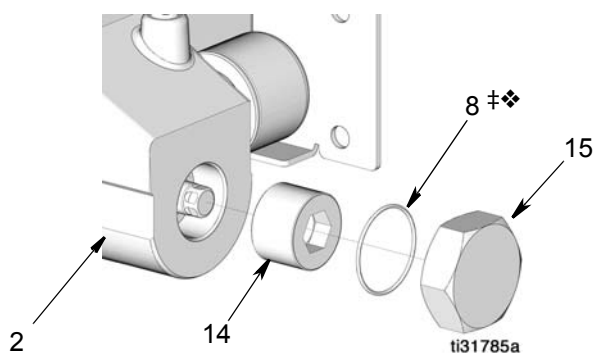

Рис. 24
21. Установите гайку (14) в основание насоса (2). Затяните с усилием 135,6–142,4 Н•м (100–105 футофунтов) (Рис. 24).
22. Смажьте уплотнительное кольцо круглого сечения (8‡❖). Установите уплотнительное кольцо круглого сечения и концевую гайку насоса (15) в основание насоса (Рис. 24). Затяните концевую гайку с усилием 61,01–67,79 Н•м (45–50 футофунтов).